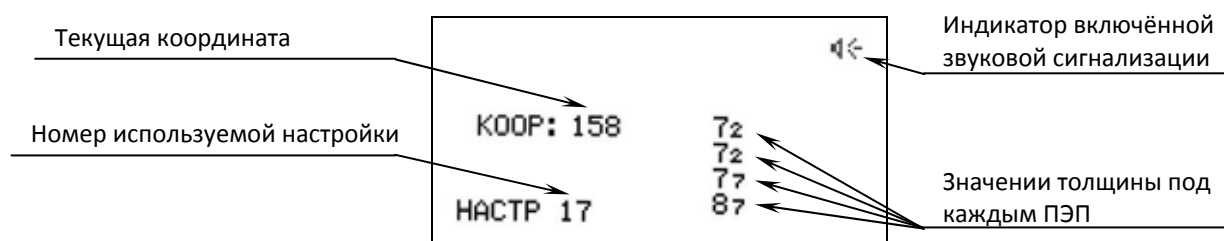

Рисунок 34 - Экран дефектоскопа в режиме автоматизированной толщинометрии.
5.5.2.11 Для начала сканирования нажать клавишу «9» (см. рисунок 33). При этом на экране дефектоскопа отображается следующая информация (см. рисунок 34 ).